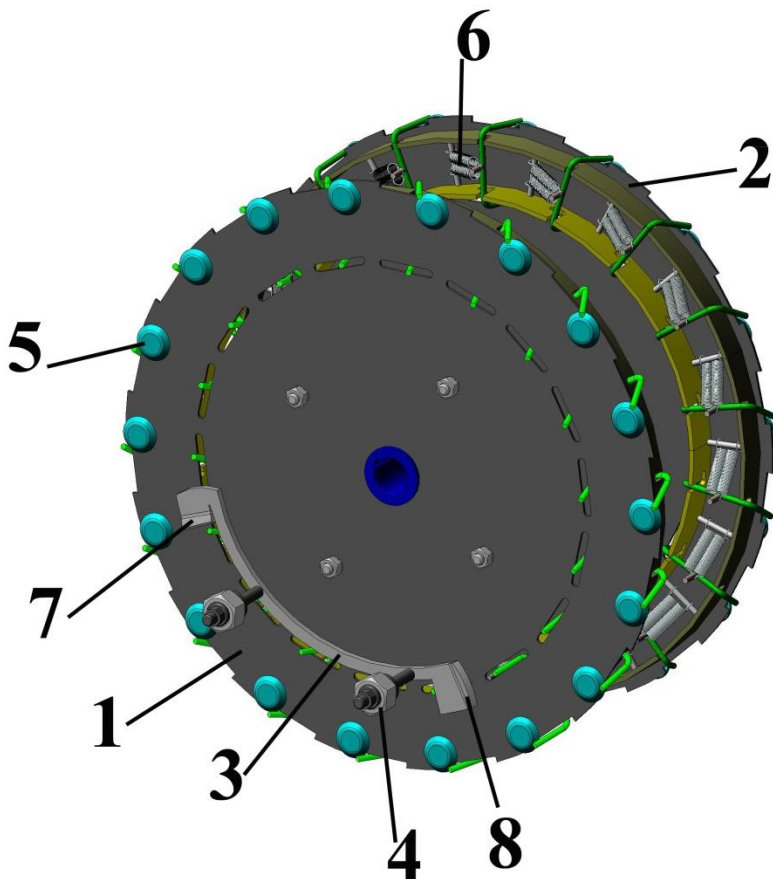

Рисунок 7 – Аппарат высаживающий
3.5 Высевывающий аппарат (рис. 7) состоит из двух дисков 1 и 2, лекала 3 с регулировочными гайками 4. В пазах дисков установлены ложечки 5, прижим ложечек к диску в закрытом состоянии производится пружинами 6.
При необходимости норма посадки может быть снижена в два раза по сравнению с указанной в таблице 2 снятием ложечек 5 в высаживающем аппарате через одну в шахматном порядке (рис. 7).
Для замены ложечки в высаживающем аппарате (рис. 7) снимите пружину 6, извлеките ложечку 5 из пазов высаживающего диска 1. Установите в пазы ложечку требуемого размера, установите прижимную пружину 6, проверьте плотность прилегания ложечки к диску.
3.9.6 При длительной работе машины происходит постепенное изнашивание хвостовика ложечки 5 (рис. 7). Для обеспечения полного открытия ложечки периодически необходимо производить регулировку лекала 3 (рис. 7). При неполном открытии ложечки 5 при помощи регулировочной гайки 4 надо приблизить лекало к поверхности высаживающего диска. После регулировки следует проверить вращение высаживающего аппарата и, при возникновении подклинивания высаживающего диска, расстояние от лекала до диска следует увеличить.